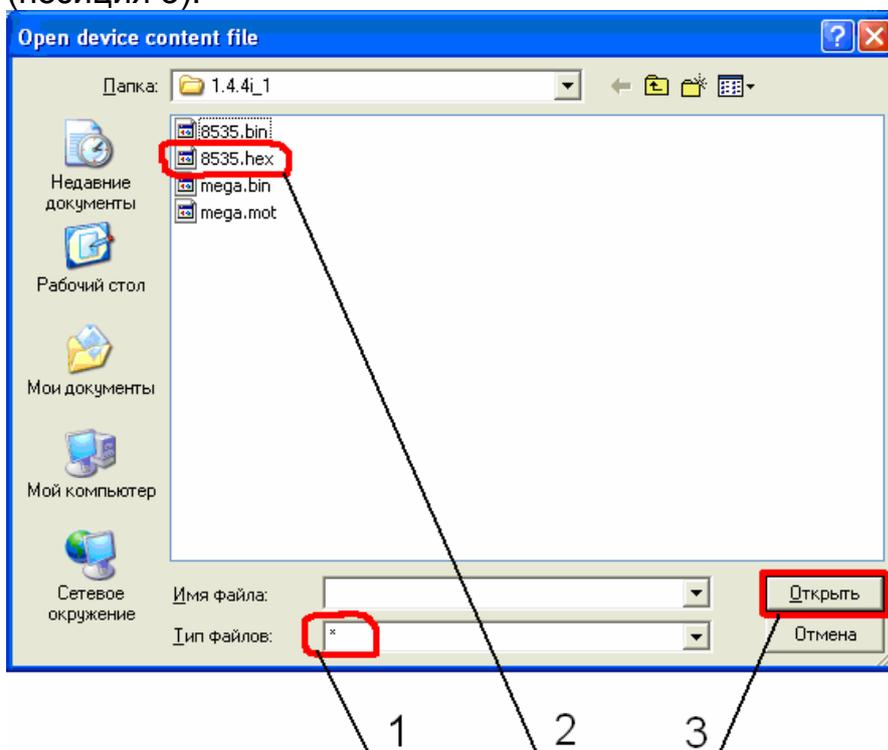

Рис. 8 – Окно Open device content file.
3.17 В появившемся окне (рисунок 8) в поле Тип файлов выбрать «\*» (позиция 1), выбрать файл 8535.hex (позиция 2), нажать кнопку «Открыть» (позиция 3).